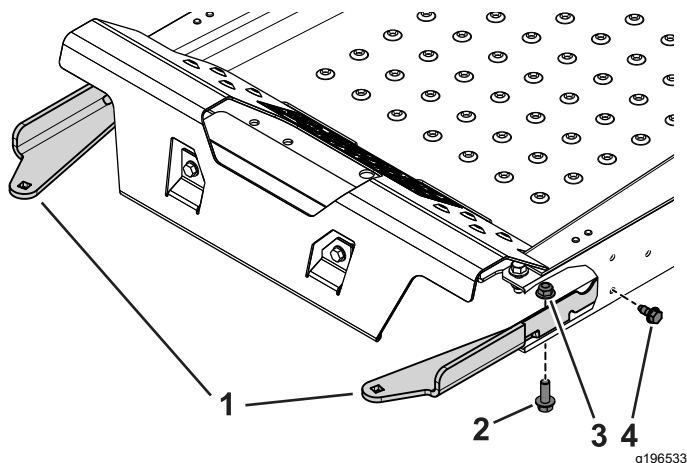

Figura 3
2. Pomoću dva samourezujuća zavrtnja ($5/16 \times \frac{3}{4}$ "), 2 zavrtnja ($\frac{3}{8} \times 1\frac{1}{4}$ "), i navrtke sa prirubnicom ($\frac{3}{8}$ ") pričvrstite levi i desni nosač ležišta za teg na mašinu (Figura 3).